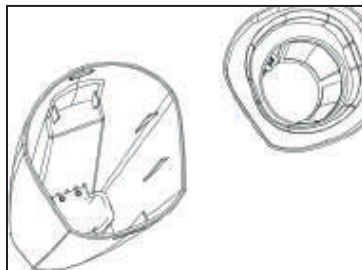

Рис. 5
- Протрите отсек фильтра, промойте фильтр в проточной воде и тщательно высушите его в течение 24 часов (Рис. 5).